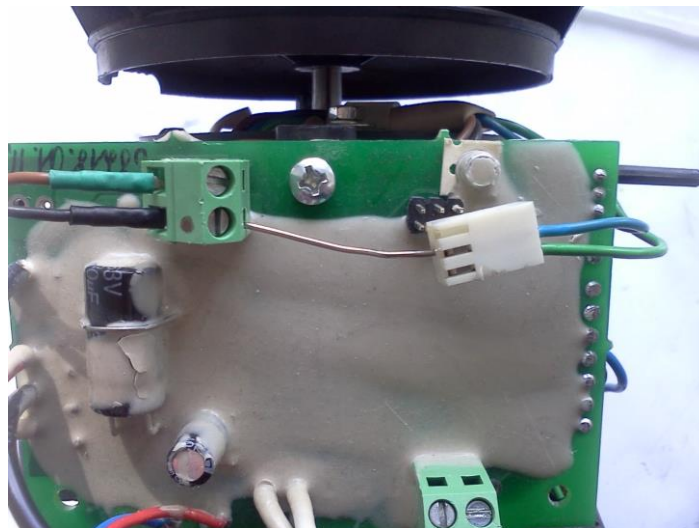

Fig.12 – Connexion du signal de contrôle (PWM) du moteur pour les tests
2) Vérifier le bon fonctionnement du compresseur d'air. Pour ce faire, au moyen d'une barrette, un fil de fer fin ou un câble, brièvement court-circuitez le contact du fil bleu (bloc de connexion blanc, PWM) sur le contact du fil noir (fig.12). Dans ce cas, l'appareil de chauffage doit être connecté à une source d'alimentation mais ne doit pas être allumé. Si le ventilateur commence à tourner, le compresseur d'air fonctionne.
3) Vérifiez le compresseur d'air pour l'absence de points morts. Pour ce faire, changez la position du ventilateur et fermez le contact du fil bleu sur le fil noir (fig.12), pour vérifier si le compresseur d'air démarre dans toutes les positions. S'il y a des points morts, le compresseur d'air est défectueux.
4) Vérifier le bon fonctionnement du canal de mesure de tours. Pour ce faire, fermez les contacts des fils bleu et noir (fig.12) et mesurez la fréquence d'impulsions sur le fil vert avec un testeur numérique. Pendant que le compresseur d'air s'accélère, la fréquence d'impulsions doit augmenter. Déconnectez le contact. Le compresseur d'air ralentit et la fréquence d'impulsions commence à diminuer. Si l'une de ces conditions n'est pas remplie, le compresseur d'air est défectueux.